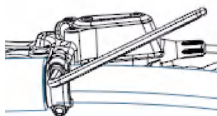

Abbildung 2-4 Montageweise des Bremshebels
① Befestigen Sie zunächst den Bremshebel.
② Ziehen Sie eine Schraube halb fest und ziehen Sie dann die andere Schraube fest. Ziehen Sie anschließend die erste Schraube fest (wie in Abbildung 2-4 gezeigt).
③ ★ Das Anzugsmoment für den Bremshebel beträgt 60–80 kgf·cm (52–69 lb·in).
④ Betätigen Sie den Bremshebel, um ihn unter Druck zu halten, und ziehen Sie die Befestigungsschrauben des Bremssattelkörpers fest, während die Bremsbeläge die Bremsscheibe berühren.
⑤ Betätigen Sie den Bremshebel mehrmals, um sicherzustellen, dass die Bremse ordnungsgemäß funktioniert und kein Öl austritt.
⑥ ★ Das Anzugsmoment für die Adapterbefestigungsschrauben beträgt 70–90 kgf·cm.